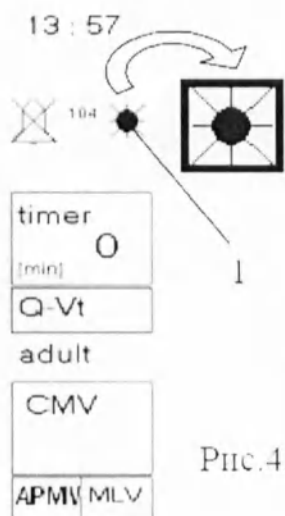

Рис. 45
Настройку контраста дисплея можно провести тогда, когда в состоянии редактирования не находятся никакие параметры. Вращением поворотного-нажимного манипулятора, в информационном поле настраивается иконка (1) (рис. 45). В этом состоянии она ограничена жирной зеленой линией. Подтверждая (нажимая на поворотный-нажимной манипулятор) ENTER и последовательно вращая поворотный-нажимной манипулятор вправо – для увеличения контраста или влево – для уменьшения, настраивается требуемый контраст дисплея. Значение контраста можно настраивать и во время работы